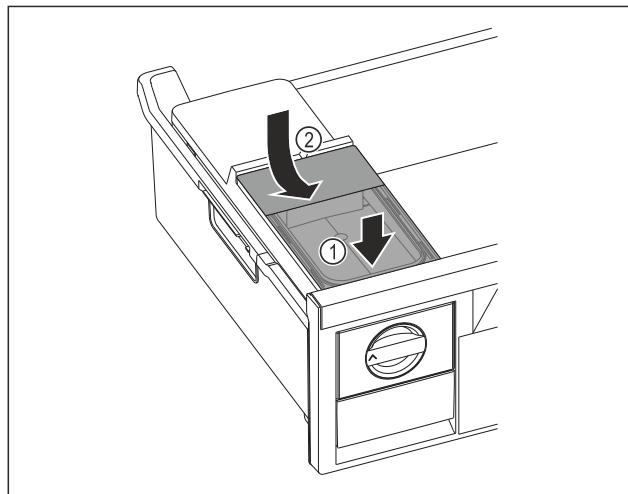

Fig. 125
- Поставете резервоара за вода отпред. Fig. 125 (1)
- Спуснете резервоара за вода отзад. *Fig. 125 (2)*